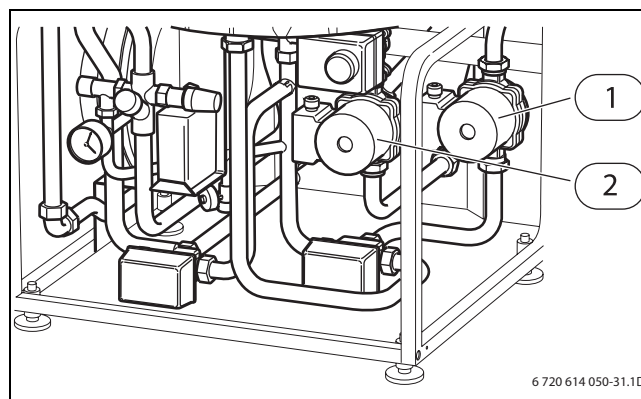

Bild 98 Elpannans kopplingsutrymme
- Kontrollera att värmebärarpumpen inte har stannat (→ Bild 98).
- Kontrollera att värmebärarpumpen inte har stannat (→ Bild 98, [1], Sida 64).